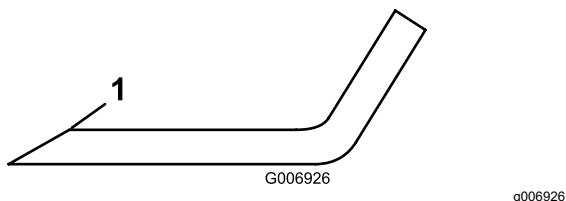

Рисунок 75
4. Осмотрите режущие кромки всех ножей; заточите их, если они затупились или имеют зазубрины; чтобы ножи были острыми, затачивайте только верхнюю сторону режущей кромки и сохраняйте первоначальный угол заточки (Рисунок 75).